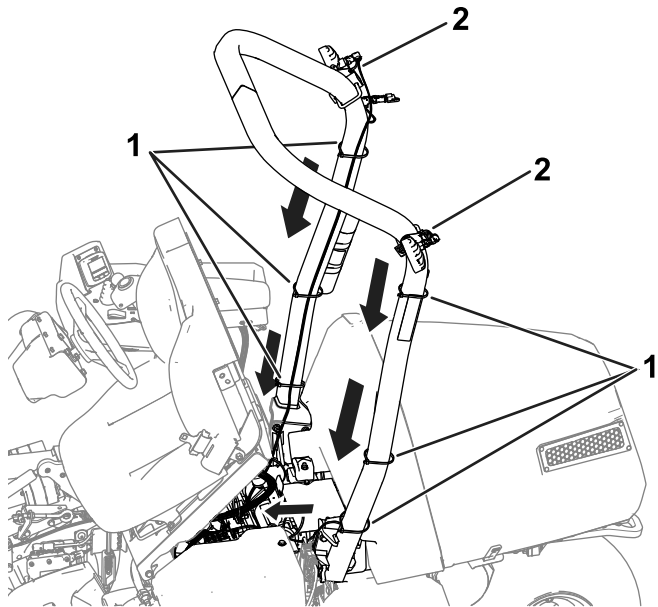

図 2
4. 図 2 のように、ROPS に沿って、ワイヤハーネスを運転席下へ導く。